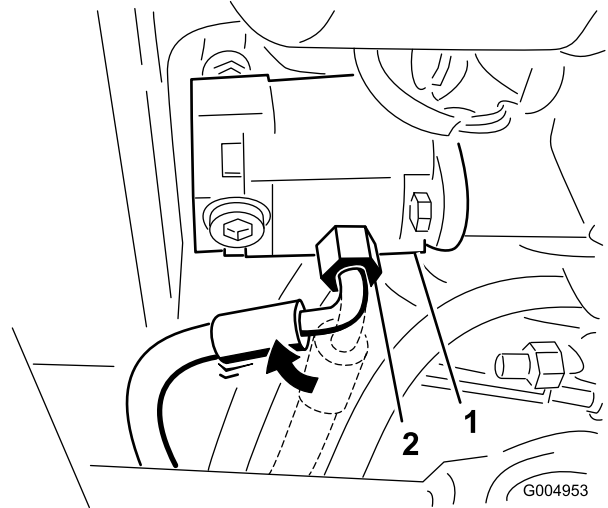

Figura 103
25. Afloje el acoplamiento de la manguera de presión y gire el acoplamiento 45 grados hacia la parte delantera de la máquina (Figura 103).
Nota: La Figura 103 muestra la vista desde debajo de la unidad de tracción.